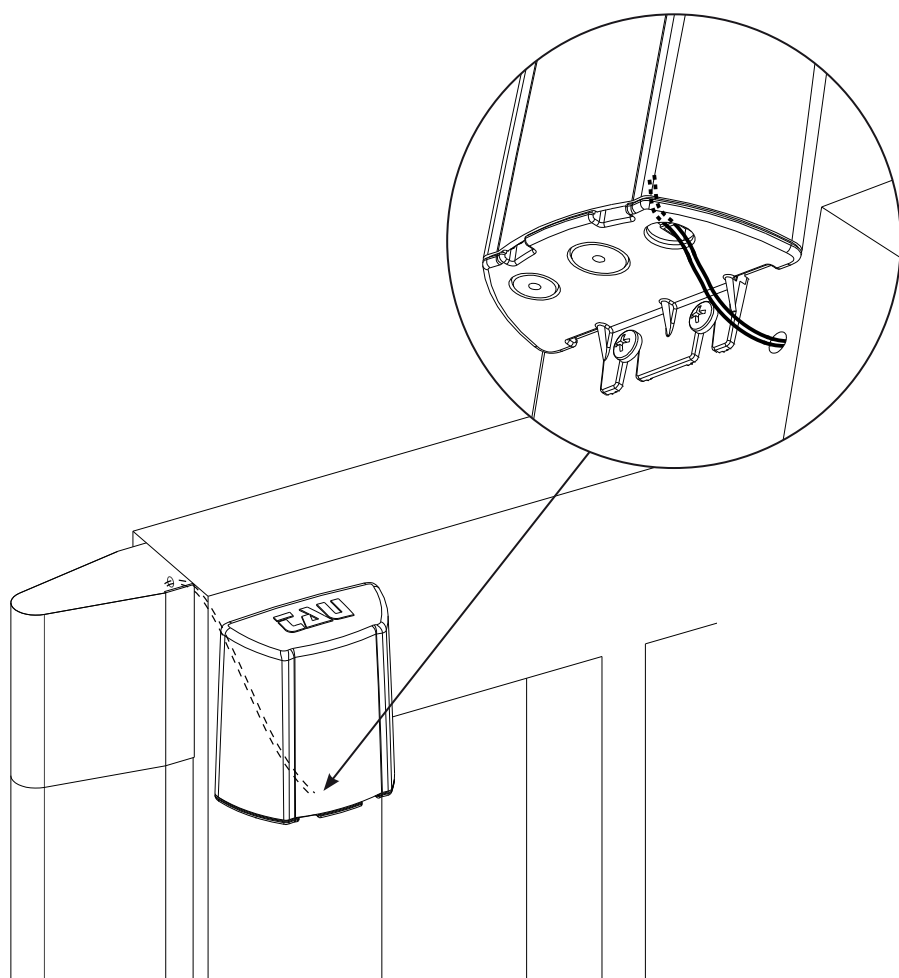

fig. 2
- 2_ Den TWC-Wächter mit der Schaltleiste verbinden, und die Kabel durch das Torinnere führen (Abb. 2). Es empfiehlt sich, Kabel mit einem 0,5 mm² Abschnitt zu verwenden.
- 2_ Connecter le capteur TWC au bord sensible en faisant passer les câbles à l'intérieur du portail (fig.2). Nous conseillons d'utiliser des câbles de section 0,5 mm².